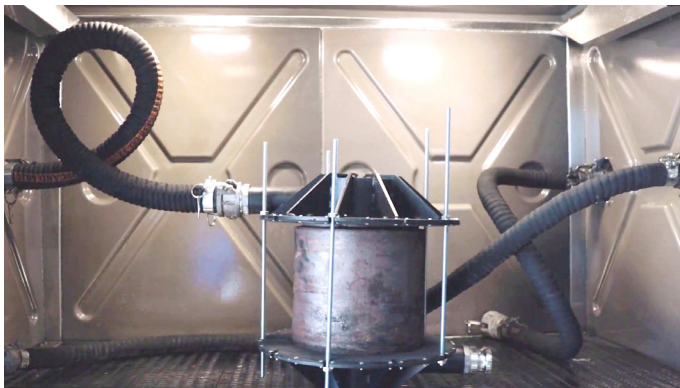

Рисунок 30
- Підключіть до входу фільтра шланг від модуля MS900A (рис. 30).